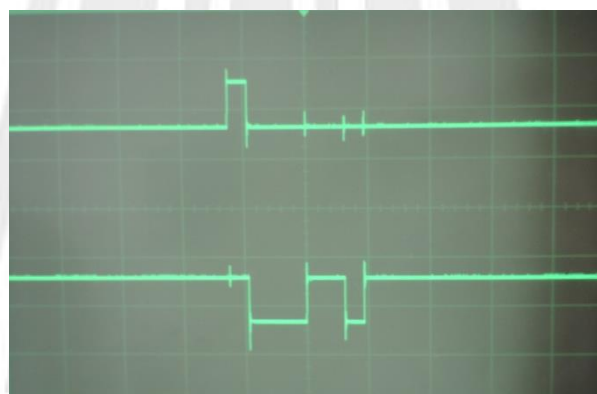

Figura 10.3 Comparación entre TP31 y TP10
8. Conectar ahora el canal 2 a TP10 (PCM OUT) (Figura 10.3). Comentar lo observado en la hoja de observaciones y resultados.